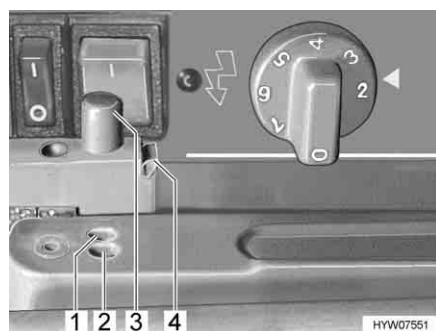

Fig. 45 Dispositif de verrouillage de la porte du réfrigérateur
- Libérer le dispositif de blocage en exerçant une pression latérale sur la cale de sécurité verte (Fig. 45,4). La goupille de blocage (Fig. 45,3) sort de son logement.
- Enfoncer la goupille de blocage (Fig. 45,3), de telle sorte qu'elle s'enclenche dans la position de repos extérieure (Fig. 45,2).
- Enfoncer la goupille de blocage (Fig. 45,3) de telle sorte qu'elle s'enclenche dans la position de repos intérieure (Fig. 45,1). La porte du réfrigérateur reste ainsi légèrement ouverte.